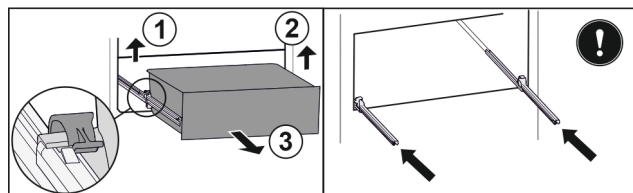

Fig. 92
- ▶ 提起左侧夹子，同时将抽屉左侧向前拉。 Fig. 92 (1)
- ▶ 提起右侧夹子，同时将抽屉右侧向前拉。 Fig. 92 (2)
- ▶ 朝前取出抽屉。 Fig. 92 (3)